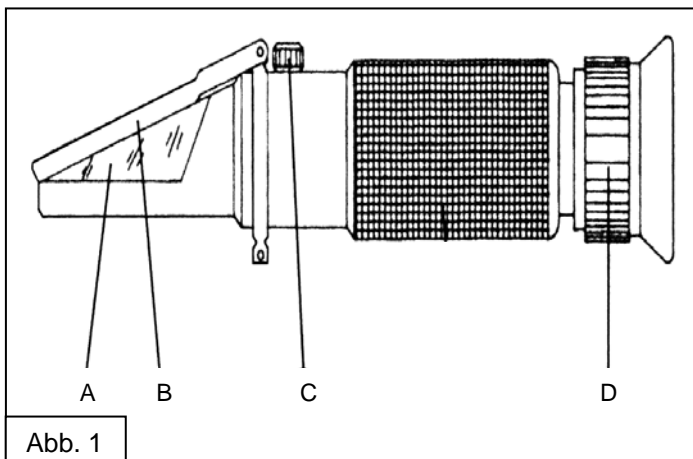
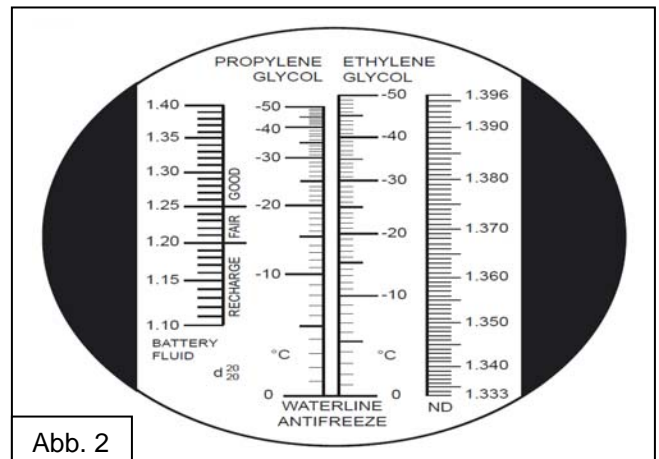

Abb. 1
Abb. 2
Das Refraktometer (Abb. 1) ermöglicht die schnelle Prüfung des Frostschutzes von Kälte- und Wärmeträgermedien auf Basis Ethylen- und Propylenglykol durch Ablesung an der jeweiligen Skala (Abb. 2). Gleichzeitig wird der Brechungsindex (ND) des Fluids angezeigt. Batteriesäure kann mit Hilfe des Messgerätes ebenfalls überprüft werden.
1. Leuchtplatte (B) öffnen, 1-2 Tropfen destilliertes Wasser mit der im Prüfset enthaltenen Pipette auf die Prismenoberfläche (A) auftragen und danach die Leuchtplatte schliessen.
2. Das spitze Ende des Refraktometers zum Licht wenden und in das Okular sehen. Das Okular durch Drehen des Ringes (D) justieren, bis die Skalierung scharf erscheint. Die Grenzlinie Hell-Dunkel durch Drehen der Justierschraube (C) mit dem beiliegenden Schraubendreher einstellen, bis sie mit der Wasserlinie (Abb. 2, WATERLINE) deckungsgleich ist. Nach der Kalibrierung die Oberflächen gut abtrocknen.